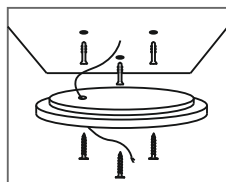

Рис.3
6. Закрепите основание светильника на поверхности с помощью шурупов (в комплекте). При установке на каменные стены используйте пластиковые дюбели (в комплекте), (Рис.3).